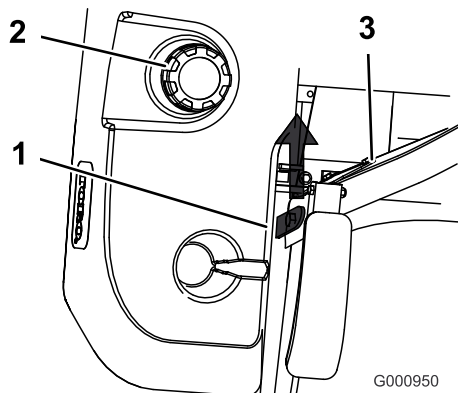

Figure 28
3. Soulevez le siège. Vous pouvez alors accéder à la machine sous le siège (Figure 28).